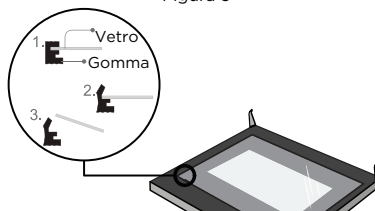

Figura 6
6. Dopo aver estratto il vetro interno, estrarre il vetro dello strato intermedio come mostrato nella Figura 6 (solo per modelli specifici).